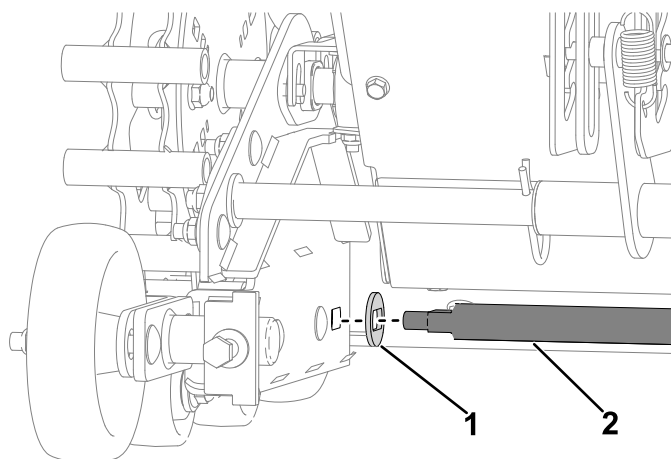

Figura 32
5. Montate le 2 rondelle speciali sulla nuova barra girevole. Montate la nuova barra girevole con le rondelle speciali attraverso i gruppi cingolo e la piastra di supporto, e fissate con 2 nuovi dadi di bloccaggio ($\frac{3}{8}$ ") (Figura 32).